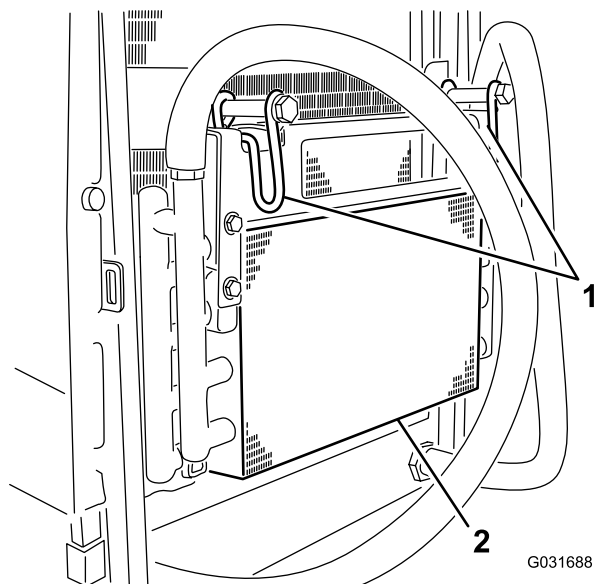

図 51
5. オイルクーラのラッチを内側に倒してオイルクーラを外す 図 51